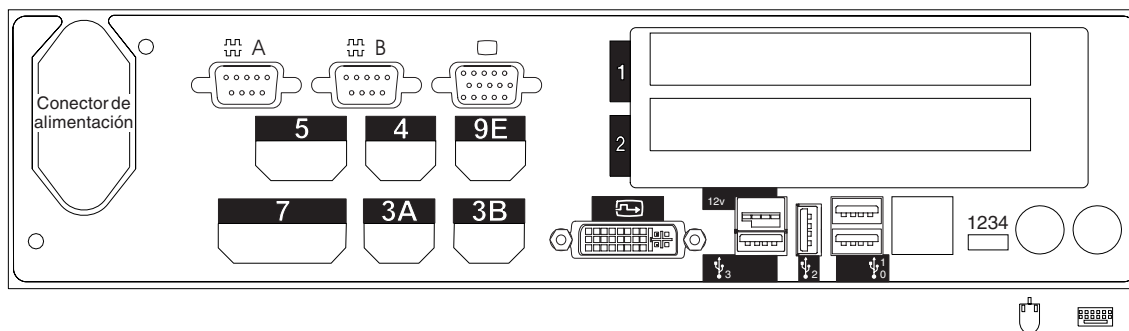
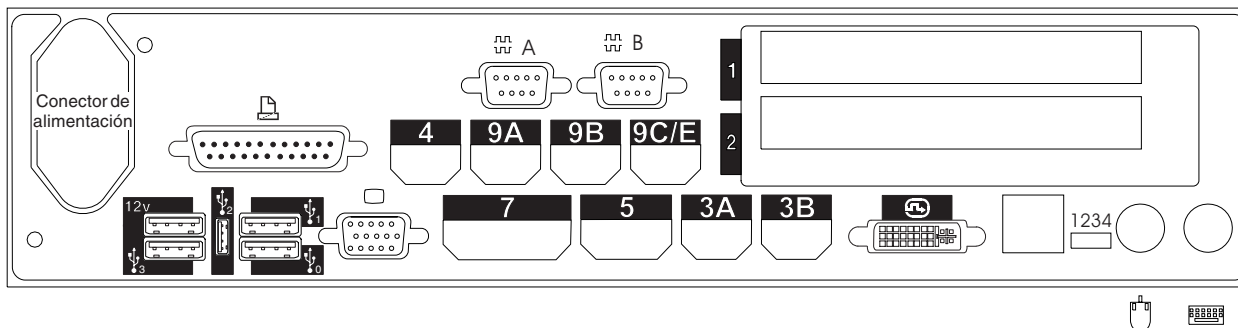

Figura 102. Parte posterior del Terminal de Punto de Venta IBM 4694-206
Figura 103. Parte posterior del Terminal de Punto de Venta IBM 4694-246
10. En la Figura 102 y en la Figura 103 en la página 318 marque con una X los zócalos a los que se conectan los dispositivos POS.